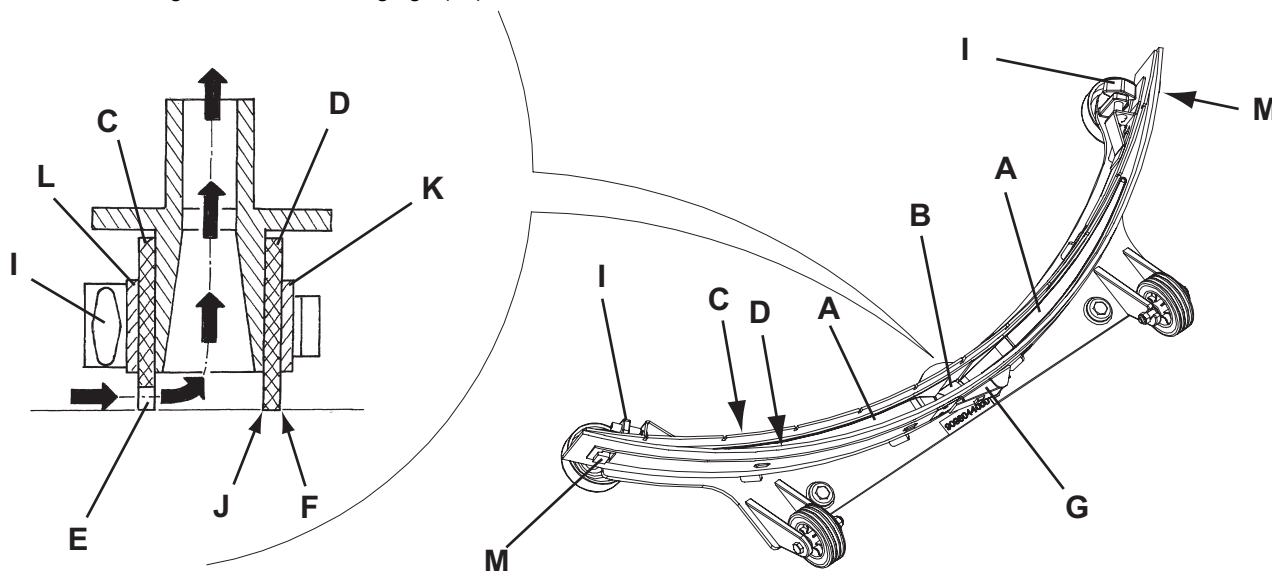

Figure 4
3. Baisser l'embouchure (25) au moyen du levier (10).
4. Desserrer les boutons (26) et déposer l'embouchure (25).
5. Déconnecter le tuyau d'aspiration (15) de l'embouchure.
6. Laver et nettoyer l'embouchure (Fig. 4). Nettoyer en particulier les compartiments de convoyage (A, Fig. 4) et l'orifice d'aspiration (B) de la saleté et des déchets. Contrôler que la lamelle en caoutchouc avant (C) et la lamelle en caoutchouc arrière (D) sont intactes et qu'elles ne présentent pas de coupures ou déchirures ; en cas contraire, les remplacer (voir la procédure au paragraphe suivant).
1. Nettoyer l'embouchure (Fig. 4) comme décrit au paragraphe précédent.
2. Contrôler que le bord (E, Fig. 4) de la lamelle en caoutchouc avant (C) et le bord (F) de la lamelle en caoutchouc arrière (D) se posent simultanément sur le marbre de contrôle, et en toute leur longueur ; en cas contraire, régler leur hauteur en procédant selon les instructions suivantes :
- Déposer le tirant (G), décrocher les dispositifs de retenue (M) et régler la lamelle en caoutchouc arrière (D), puis accrocher les dispositifs de retenue et installer le tirant.
- Desserrer les boutons (I) et régler la lamelle en caoutchouc avant (C), puis serrer les boutons.
3. Contrôler que la lamelle en caoutchouc avant (C) et la lamelle en caoutchouc arrière (D) sont intactes et qu'elles ne présentent pas de coupures ou déchirures ; en cas contraire, les remplacer en procédant comme suit. Contrôler que l'arête (J) de la lamelle en caoutchouc arrière n'est pas usée ; en cas contraire, tourner la lamelle en caoutchouc, en remplaçant l'arête usée avec l'une des trois arêtes intactes. Si toutes les arêtes sont usées, remplacer la lamelle en caoutchouc en procédant comme suit :
- Déposer le tirant (G), décrocher les dispositifs de retenue (M) et déposer la bande de retenue (K), puis remplacer / tourner la lamelle en caoutchouc arrière (D). Pour la repose, procéder dans l'ordre inverse de la dépose.
- Dévisser les boutons (I) et déposer la bande de retenue (L), puis remplacer la lamelle en caoutchouc avant (C). Pour la repose, procéder dans l'ordre inverse de la dépose.